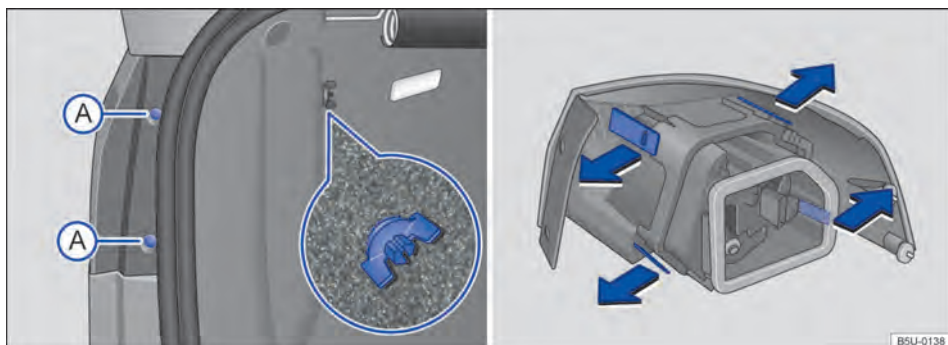
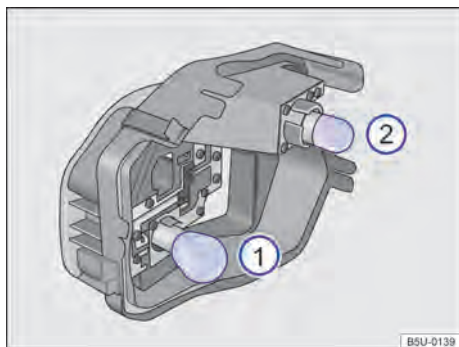

Fig. 159 Na carroceria: remover a lanterna traseira e suporte das lâmpadas.
Fig. 160 No suporte das lâmpadas: localização das lâmpadas.
- ① Observar a lista de controle e executar as ações → Página 193.
- ② Abrir a tampa traseira → Página 63.
- ③ Remover os parafusos de fixação → Fig. 159 A.
- ④ Soltar o parafuso borboleta → Fig. 159 (lupa) e retirá-lo, segurando, ao mesmo tempo a lanterna traseira.
- ⑤ Puxar cuidadosamente a lanterna para fora, para desencaixá-la da carroceria → ①.
- ⑥ Desencaixar o conector de alimentação das lâmpadas da lanterna, para remover totalmente a lanterna.
- ⑦ Colocar a lanterna traseira sobre uma superfície limpa e lisa.
- ① Para destravar o suporte das lâmpadas, pressionar cada lingueta de travamento no sentido das setas → Fig. 159.
- ② Remover o suporte das lâmpadas da lanterna traseira.
- ③ Para remover as lâmpadas incandescentes queimadas → Fig. 160 ① e ②, pressionar a lâmpada contra o suporte e girar, ao mesmo tempo, no sentido anti-horário.
- ④ Substituir a lâmpada incandescente queimada por uma lâmpada incandescente nova do mesmo modelo.
- ⑤ Para inserir as lâmpadas novas ① e ② no suporte, pressionar a lâmpada e girar, ao mesmo tempo, no sentido horário, até o batedente.
- ⑥ Certificar-se de que as lâmpadas estão corretamente fixadas no suporte.
- ⑦ Instalar o suporte das lâmpadas na lanterna traseira. As linguetas de travamento devem encaixar de forma audível.
A localização e a identificação das lâmpadas incandescentes → Fig. 160 estão relacionadas a seguir: